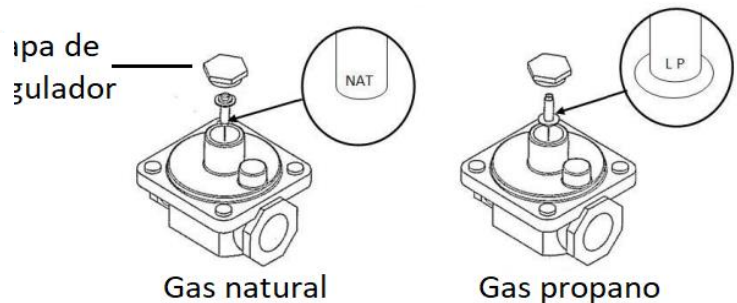

Fig. 4
6. Ajuste el regulador de gas al tipo de gas deseado, gire la tapa del regulador para retirarla, coloque el tapón interno al tipo de gas deseado; el indicador de gas requerido debe quedar hacia el cuerpo del regulador; coloque nuevamente la tapa del regulador (Fig. 4).